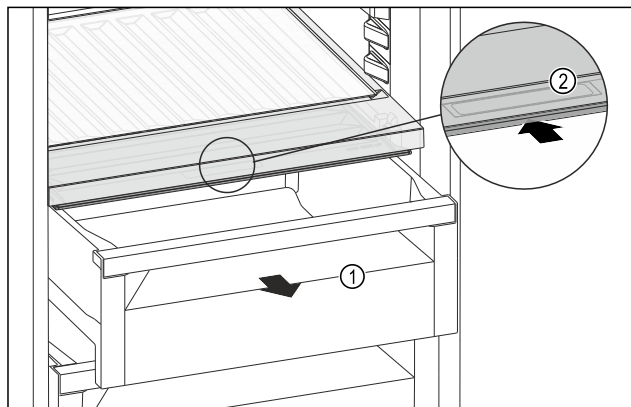

Fig. 98
- Wyciągnąć szufladę Fig. 98 (1).
- Chwycić uchwyt wpuszczany Fig. 98 (2) na pokrywie komory i przesunąć pokrywę jednocześnie do tyłu.